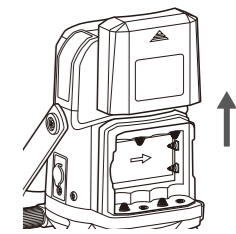

図 1
1. バッテリーカバーを上方向へスライドし外します。（図 1）